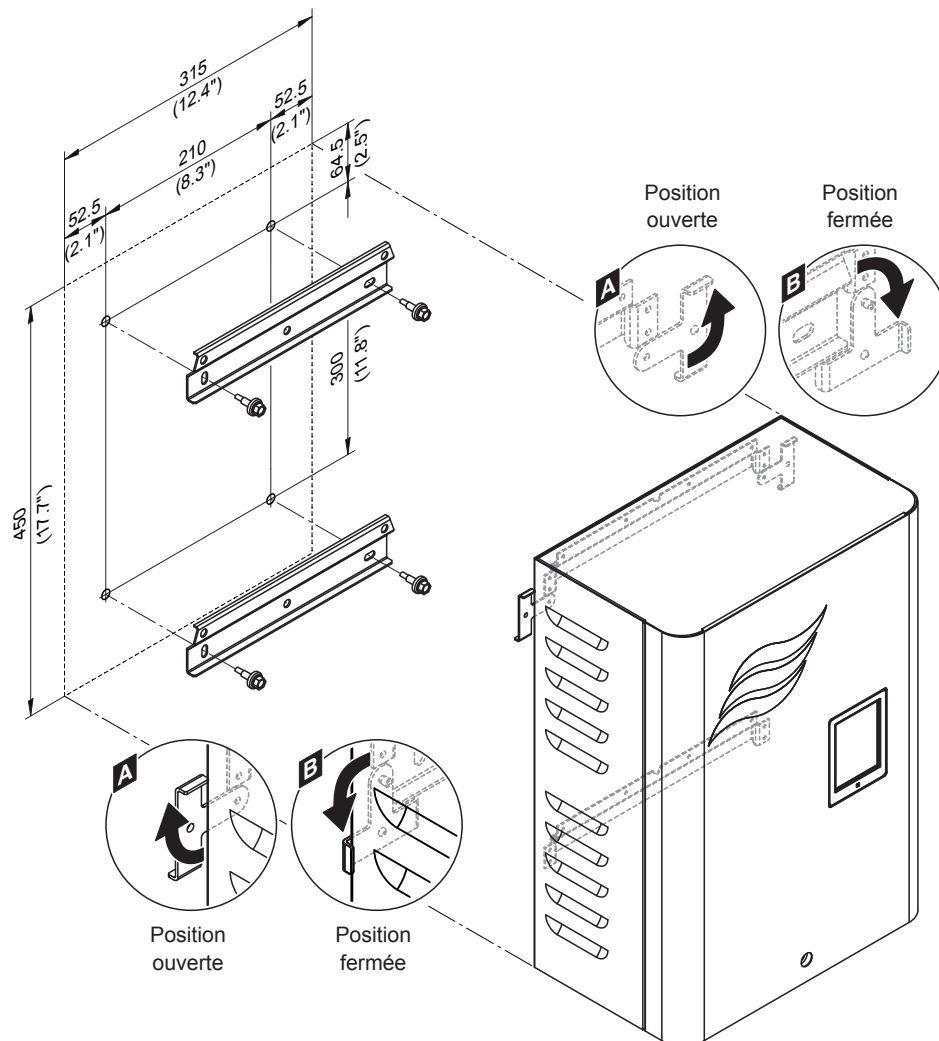

Fig. 33 : Montage de l'unité de commande du Condair ME Control
3. Placez les crochets de verrouillage à l'arrière du tableau de commande en position ouverte (cf. détail "A" à la Fig. 33).
5. Placez les crochets de verrouillage à l'arrière du tableau de commande en position fermée (cf. détail "B" à la Fig. 33) afin de fixer l'unité de commande au support mural supérieur.